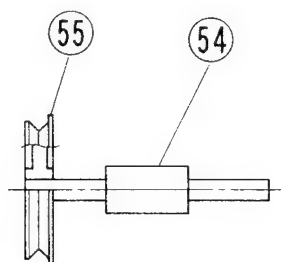

Figure 15
1. Worm gear (54) Assy
Pressing insert the Pulley (55) to the Worm Gear (54) so that the left end of the worm gear will be on the same level as the face of the smaller circle in the pulley (Fig. 15).
プーリー(55)をウォームギヤー(54)に取り付け、ウォームギヤーの軸の左端側面とプーリーの外径の小さい側の面を合わせる。(図15)